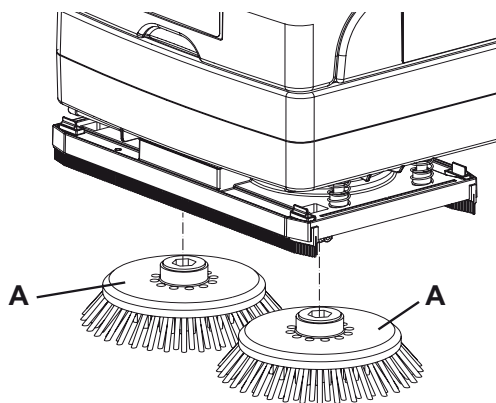

Figure 2
La machine est livrée avec une paire de brosses mises en place (A, Fig. 2). Selon le type de sol à nettoyer, il est possible de remplacer les brosses (A) avec les plateaux support disque avec disque (B).
1. Soulever la machine en faisant levier sur le guidon (2).
2. Introduire les brosses (A, Fig. 2) dans les 2 moyeux de la tête (9).
3. Baisser la machine au moyen du guidon (2).